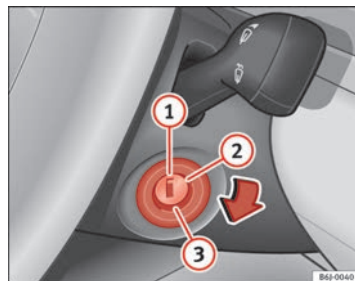

Abb. 99 Zündschlossstellungen
In dieser Stellung ⇒ Abb. 99 sind die Zündung und der Motor ausgeschaltet und die Lenkung kann gesperrt werden.
- Drehen Sie den Zündschlüssel in Stellung ⇒ Abb. 99 ②. Beim Vorglühen des Motors leuchtet die Kontrollleuchte  auf.
- Wenn die Kontrollleuchte ausgeht, drehen Sie den Zündschlüssel in Stellung ③ zum Anlassen des Motors - geben Sie kein Gas.
- Drehen Sie den Zündschlüssel in Stellung ⇒ Abb. 99 ①.